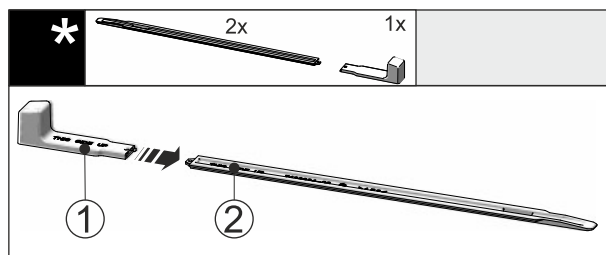

Fig. 54
- Stikk monteringshåndtakene Fig. 54 (1) på nivellerings-skinnen Fig. 54 (2).